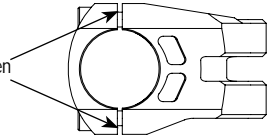

Bild 4
3. Befestigen Sie den Lenker am Vorbau und ziehen Sie die Schrauben der Klemmschelle über Kreuz handfest. Achten Sie hierbei auf eine gleichmäßige Spaltbreite oben und unten. (Bild 4)
- Install bar onto stem and tighten bar clamp bolts hand-screwed crosswise. Torque all bolts crosswise to the specification in the table above while maintaining an equal gap between the stem and handlebar clamp. (figure 4)